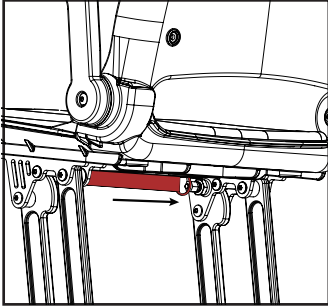

Abbildung 9
1. Sitzgurt ziehen: Stellen Sie sich hinter den Sitz und ziehen Sie vorsichtig am Gurt unter der Sitzfläche, um den Verriegelungsmechanismus zu lösen (**siehe Abbildung 9**).